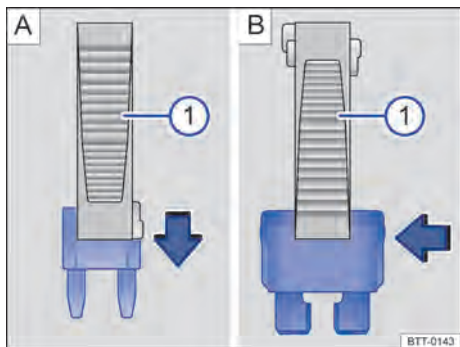

Fig. 141 Remover ou instalar um fusível com a garra da pinça de plástico ①.
- Se necessário, retirar a pinça de plástico → Fig. 141 ① do suporte. O suporte se encontra na parte traseira da caixa de fusíveis perto da tomada de conexão para diagnóstico.
- Em caso de *fusíveis pequenos*, encaixar a garra ① por cima → Fig. 141 A.
- Em caso de *fusíveis maiores*, empurrar a garra ① lateralmente sobre o fusível → Fig. 141 B.
- Caso o fusível esteja queimado, substituir o fusível por um novo da *mesma* intensidade de corrente (mesma cor e inscrição) e do *mesmo* tamanho → ①.